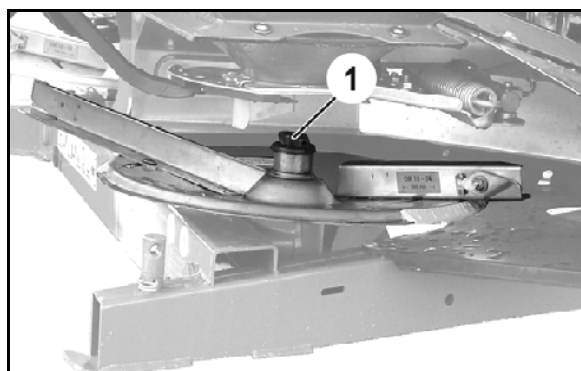

Fig. 75
1. Flügelmutter (Fig. 75/1) entfernen.